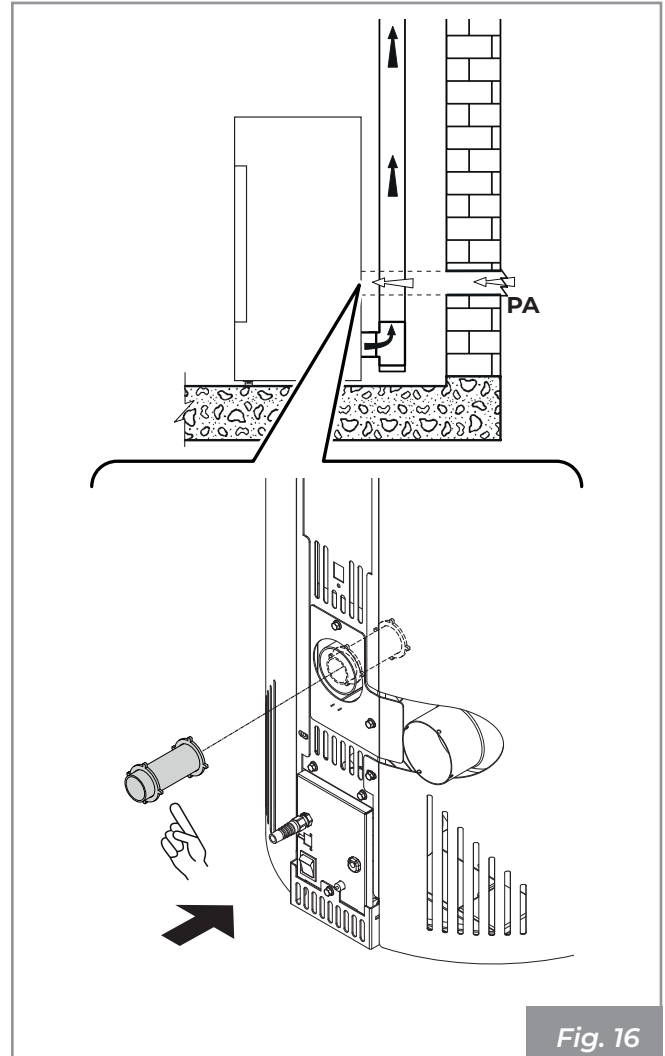

Fig. 16
- desde el ambiente de instalación o de los locales contiguos apropiados (Fig. 16)
Realizar la toma de aire en la pared (Fig. 16 - PA = Toma de Aire), y dejar que el aparato esté libre de extraer aire en el ambiente teniendo cuidado de conectar en el tubo de entrada del aire el tubo suministrado, con el fin de prevenir posibles efectos de resonancia.